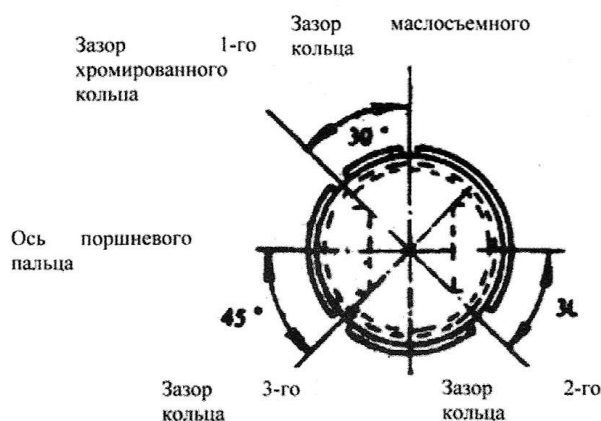

Рис. 24 Кольца со ступенчатым расположением зазоров
- (3) Отверните болты соединительного штока специальным ключом.
- (4) Будьте осторожны, чтобы не повредить разъемный подшипник во время демонтажа крышки соединительного штока.
- (5) Медленно проворачивайте маховое колесо, пока поршень не достигнет ВМТ (верхней мертвой точки). Затем вытолкните поршень и соединительный шток деревянной палкой. В последующем при установке зазоры поршневых колец должны быть расположены в ступенчатом порядке, как показано на рис. 24.